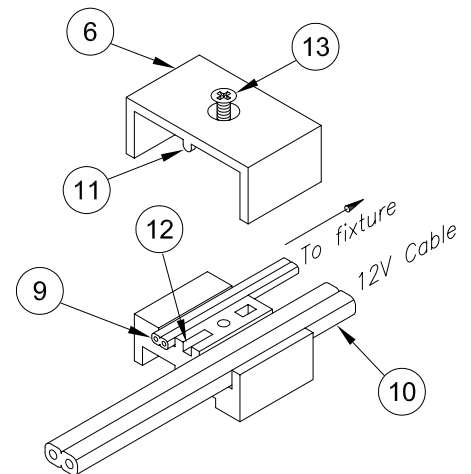

FIG. 2
7.- Connect Fixture Wire (9) to selected 10 or 12 Ga. Cable (10) with the Wire Connector Assembly (6) provided with fixture.
8.- Press 10 Ga. cable into slot marked 10 Ga. Press 12 Ga. cable into slot marked 12 Ga. Lay the 18 Ga. Wire into slot marked 18 Ga. (Fig. 2) **Caution:** Wires must lay flat in the slot.
9.- Assemble the Wire Connector (6) by aligning the Tab (11) of the contact half of the connector with the Notch (12) in the wired half of the connector. (Fig. 2)
10.- Compress the two halves by securely tightening the Thread Cutting Screw (13), forcing the contacts into the wires. (Fig. 2)
7.- Conecte el alambre del aparato de luz (9) al cable de 10 o 12 Ga seleccionado (10) usando el conector de alambres (6) provisto con el aparato de luz.
8.- Introduzca el cable de 10 Ga. en la ranura indicada 10 Ga. Introduzca el cable de 12 Ga. en la ranura indicada 12 Ga. Coloque el alambre de 18 Ga. en la ranura indicada 18 Ga. (Fig. 2) **Precaución:** Los alambres deben quedar planos en la ranura.
9.- Ensamble el conector de alambres (6) alineando la lengüeta (11) de la mitad del conector que hace conexiones con la muesca (12) en la mitad del conector que contiene alambres. (Fig. 2)
10.- Comprima las dos mitades ajustando firmemente el tornillo cortante (13), forzando los contactos en los alambres. (Fig. 2)
7.- Reliez le fil du dispositif d'éclairage (9) au câble sélectionné de 10 ou 12 Ga. (10) à l'aide du connecteur de fils (6) fourni avec le dispositif d'éclairage.
8.- Introduisez le câble de 10 Ga. dans la rainure indiquée 10 Ga. Introduisez le câble de 12 Ga. dans la rainure indiquée 12 Ga. Placez le fil de 18 Ga. dans la rainure indiquée 18 Ga. (Fig. 2) **Mise en Garde:** Les fils doivent reposer à plat dans la rainure.
9.- Assemblez le raccord (6) alignant la languette (11) de la moitié du raccord pour connexions avec le cran (12) dans la moitié du raccord munie de fils. (Fig. 2)
10.- Appuyez sur les deux moitiés en vissant à fond l'écrou de perçage (13), forçant que les contacts pénètrent les fils. (Fig. 2)